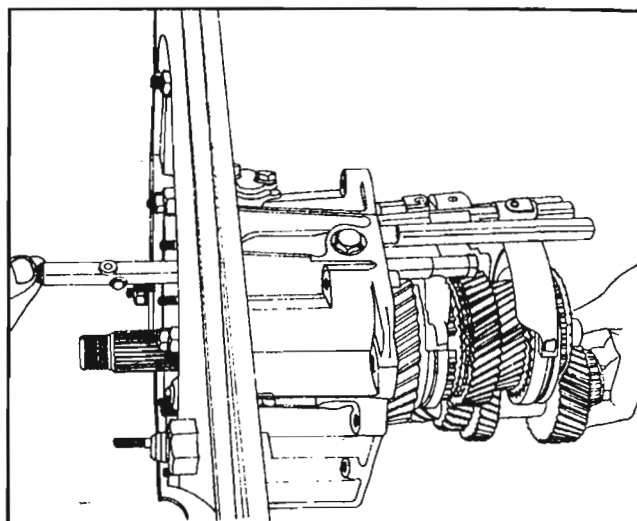

Fig. 99
Inserte la varilla selectora desde abajo a través de la palanca selectora (108), alineando los rodillos con el estriado. Después páselo a través de la placa selectora **y asegúrese de que la muesca en el extremo indica hacia el fijador (89) (que se instalará más tarde).** *Fig. 99*